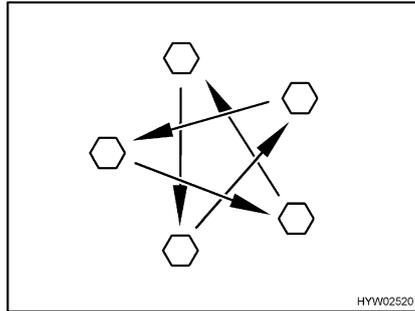

Fig. 168 Serrer en croix les écrous ou les boulons de roue
- Vérifier régulièrement le serrage des écrous ou des boulons de roues. Resserrer tous les écrous ou les boulons de roue 50 km après le changement d'une roue (Fig. 168). Pour les couples de serrage, voir paragraphe 14.5.1.
- Si des jantes neuves ou repeintes sont utilisées, alors resserrer les écrous ou les boulons de roue une fois de plus après env. 1 000 à 5000 km (Fig. 168).